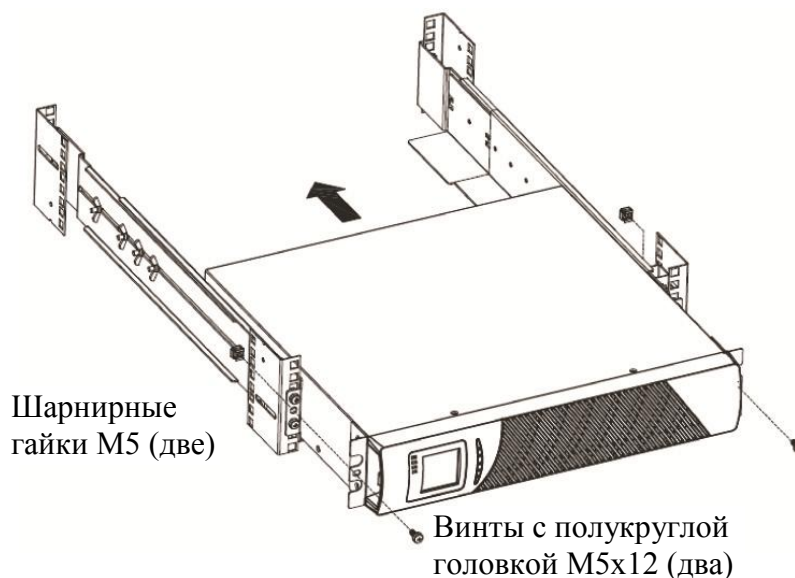

Рис. 7 Фиксация передней части блока ИБП
12. Прикрепите переднюю часть ИБП к стойке, используя один болт М5×12 с полукруглой головкой и одну закладную гайку М5 на каждой стороне (см. Рис. 7). Установите нижний болт на каждой стороне сквозь нижнее болтовое отверстие монтажного кронштейна и рельсовой направляющей.